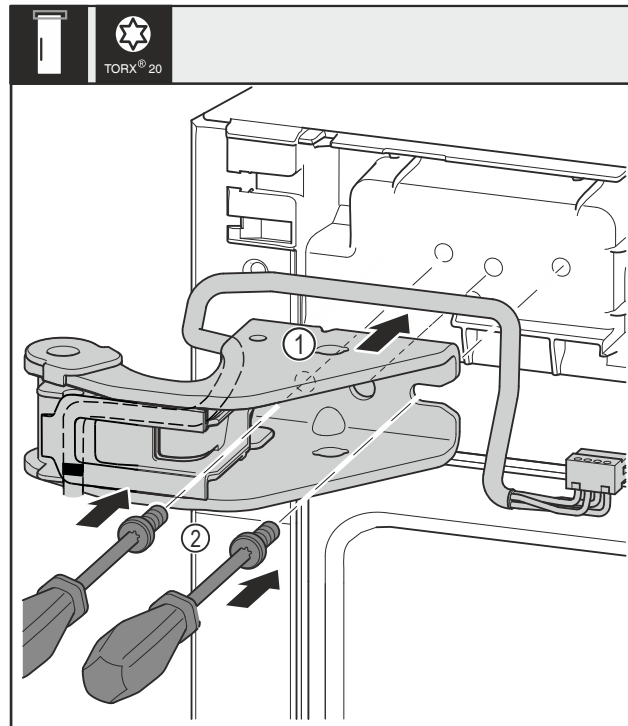

Fig. 35
- Poser le support de palier supérieur Fig. 35 (1).
- Poser les vis Fig. 35 (2) avec un tournevis et les serrer.